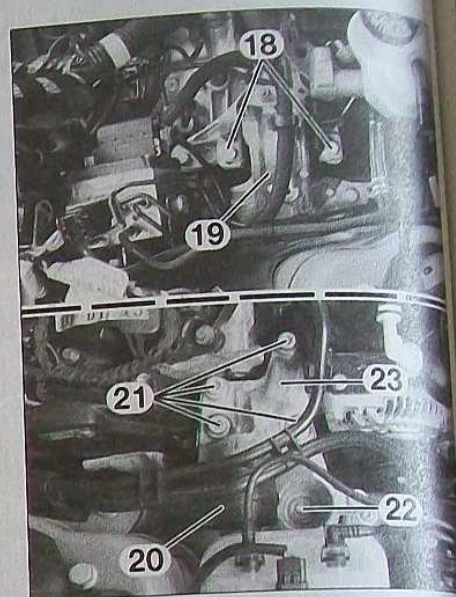

FIG.52
- les vis du support moteur gauche (18) (Fig.52).
- le support moteur gauche (19).
- la biellette anticouple supérieure droite (20).
- les vis (21).
- l'écrou (22).
- le support moteur droit (23).